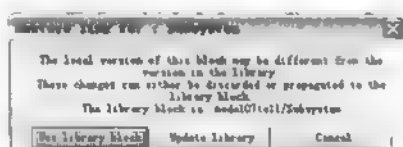

图 7.65 Restore link 对话框
(6) 右击模型中的 Subsystem 模块, 在弹出的菜单中选择 Link options | Restore link 命令, 会弹出一个对话框, 如图 7.65 所示。然后单击 Update Library 按钮。
(7) 用鼠标右击模块库中的模块, 在弹出的菜单中选择 Look under mask 命令, 会发现库模块也随之改变了。